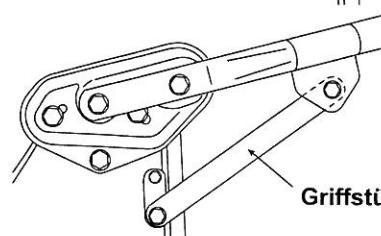

Abb. 11.
- 3 Entfernen Sie die Gehäuseschrauben und bringen Sie die Leiste vorübergehend lose an. (Siehe Abb. 11.)